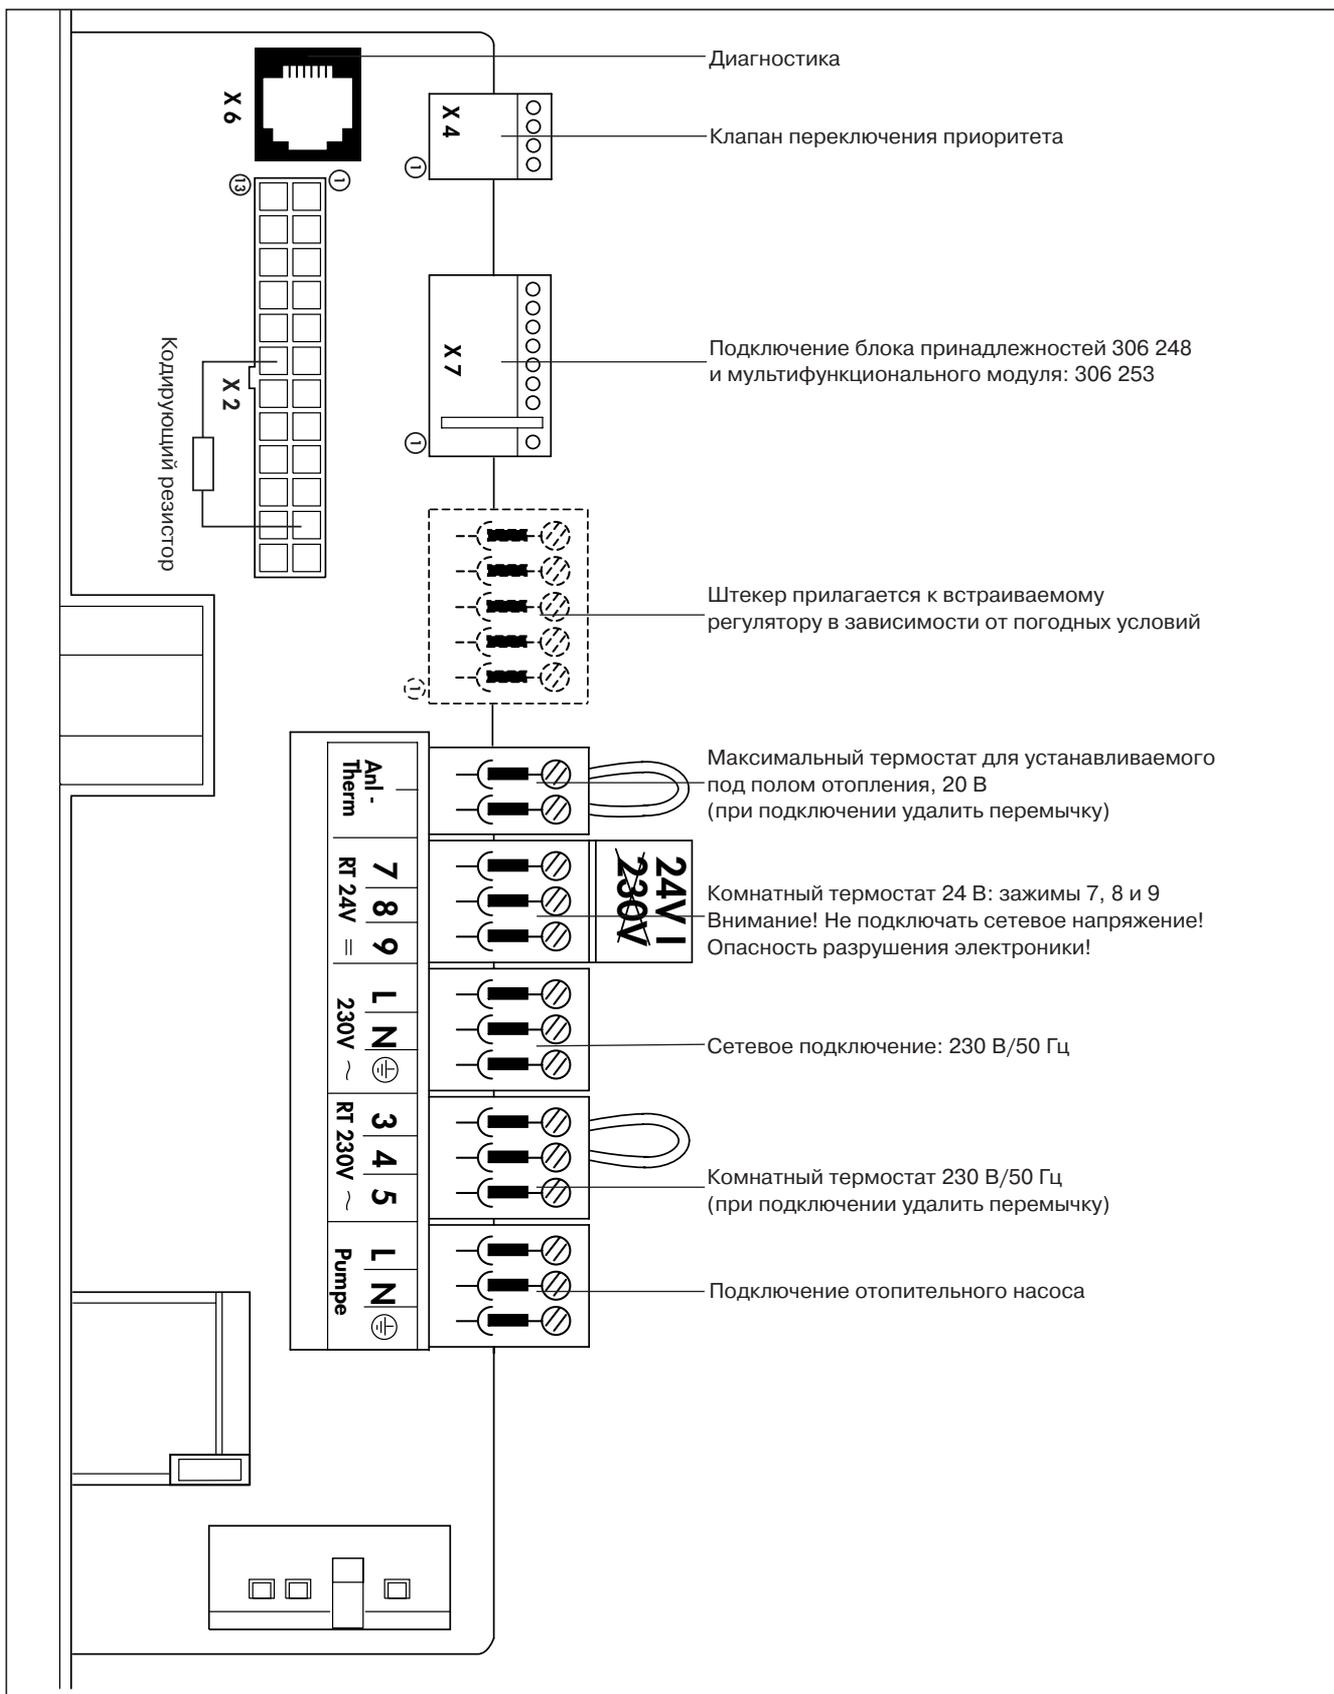

Рис. 4.10 Схема соединений ecoTEC classic VU/VUW
- Присоедините соединительные кабели, как показано в табл. 4.2 и на рис. 4.10, к соответствующим штекерам ProE и гнездам электроники.
- Присоедините соединительные кабели, как показано в табл. 4.3 и на рис. 4.10, к штекерам ProE и гнездам электроники.